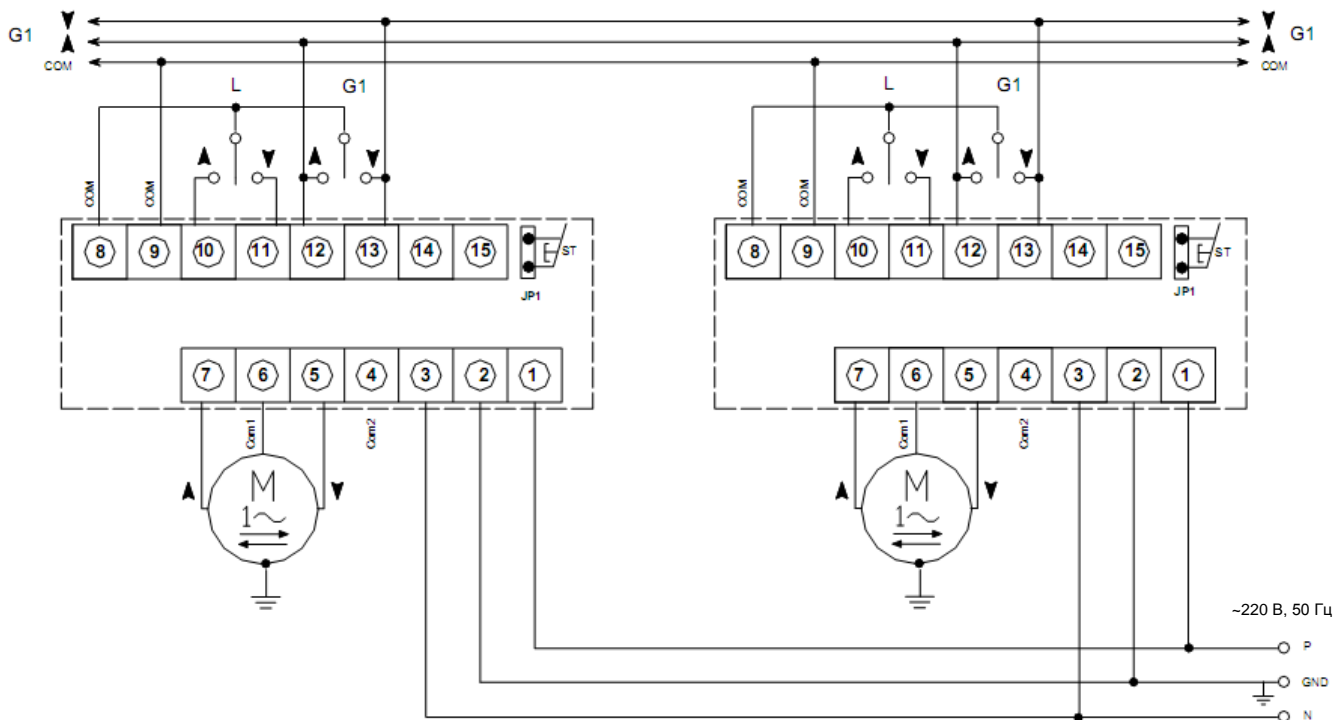

Рис. 3
- Подключать параллельно дополнительные выключатели G1 (рис. 3).